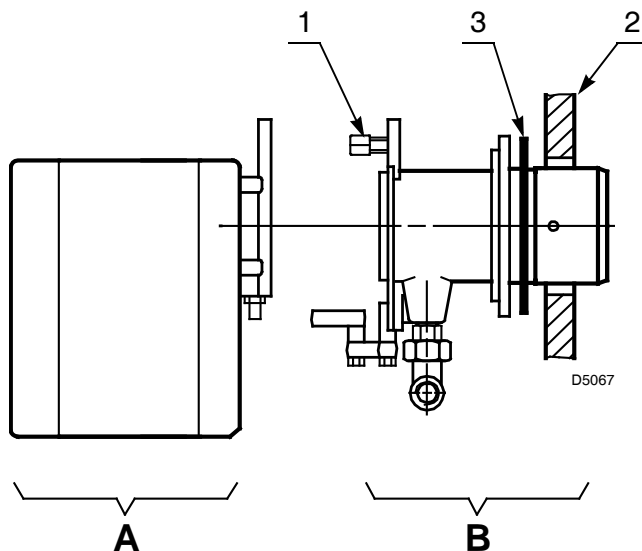

图 10
- 移开螺母1)及A)部分(图10)后,将燃烧头组件与燃烧器分离。
- 在B)部分(图10)安装上绝热垫3)后与锅炉烟箱板2)紧固连接。